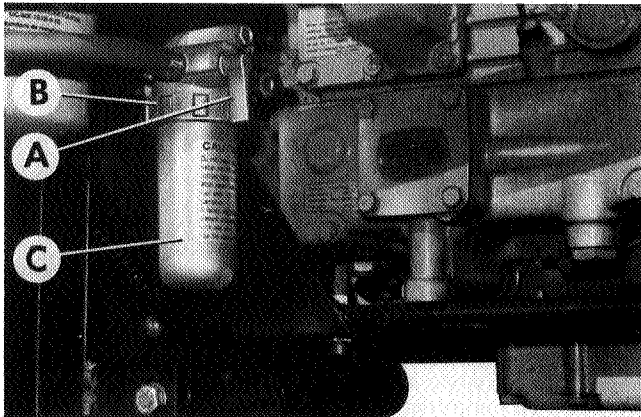

Fig.37
1. Replace fuel filter element (Fig. 37)
1. Kraftstofffilterelement wechseln (Fig.37)
1. Remplacer le filtre à gasoil (Fig.37)